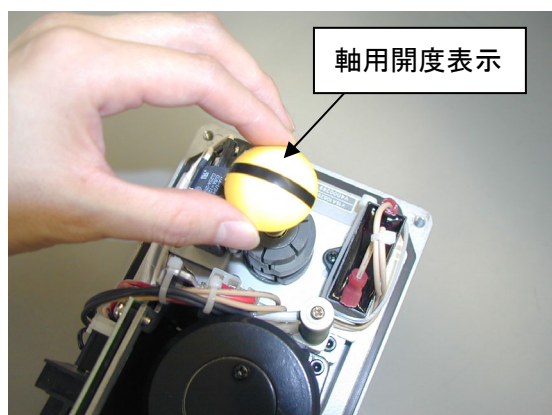

図39
- ⑪ 軸用開度表示を回して、カバー用開度表示との位置をあわせてください。(図39, 40)